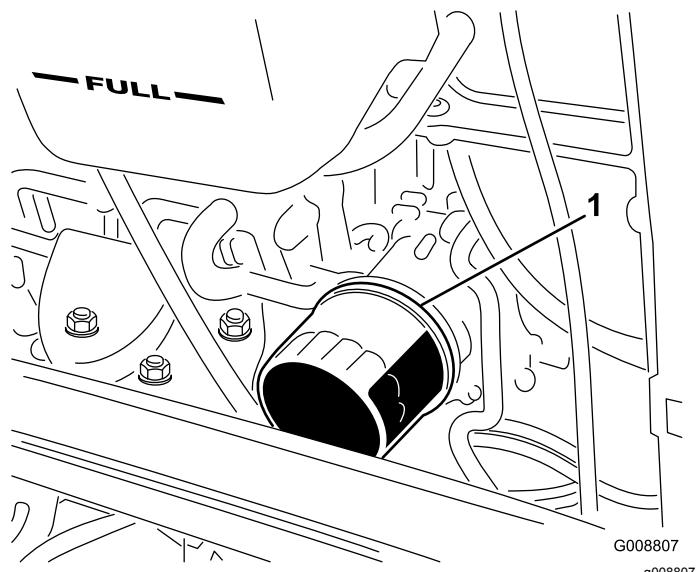

Figure 78
- 4. Déposez le filtre à huile (Figure 78).